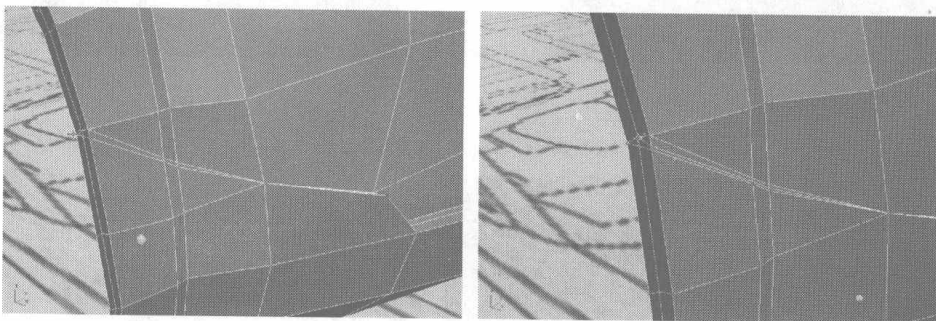

图 7.70
- 32** 单击右键，在弹出的快捷菜单中选择 Cut 命令，在车头处切出两条曲线，如图 7.70 所示。